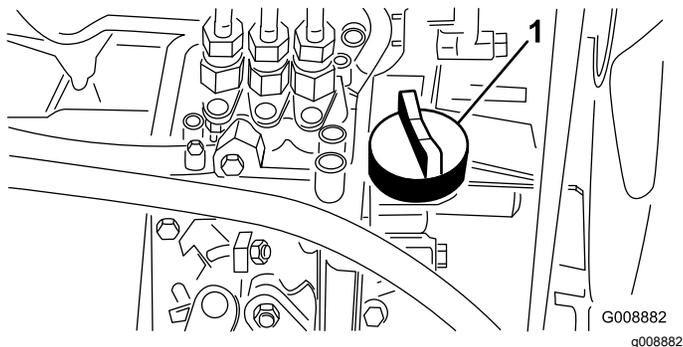

Figura 53
- Si el nivel de aceite es bajo, retire el tapón de llenado (Figura 53) y añada poco a poco pequeñas cantidades de aceite, comprobando el nivel frecuentemente, hasta que el nivel llegue a la marca de lleno de la varilla.